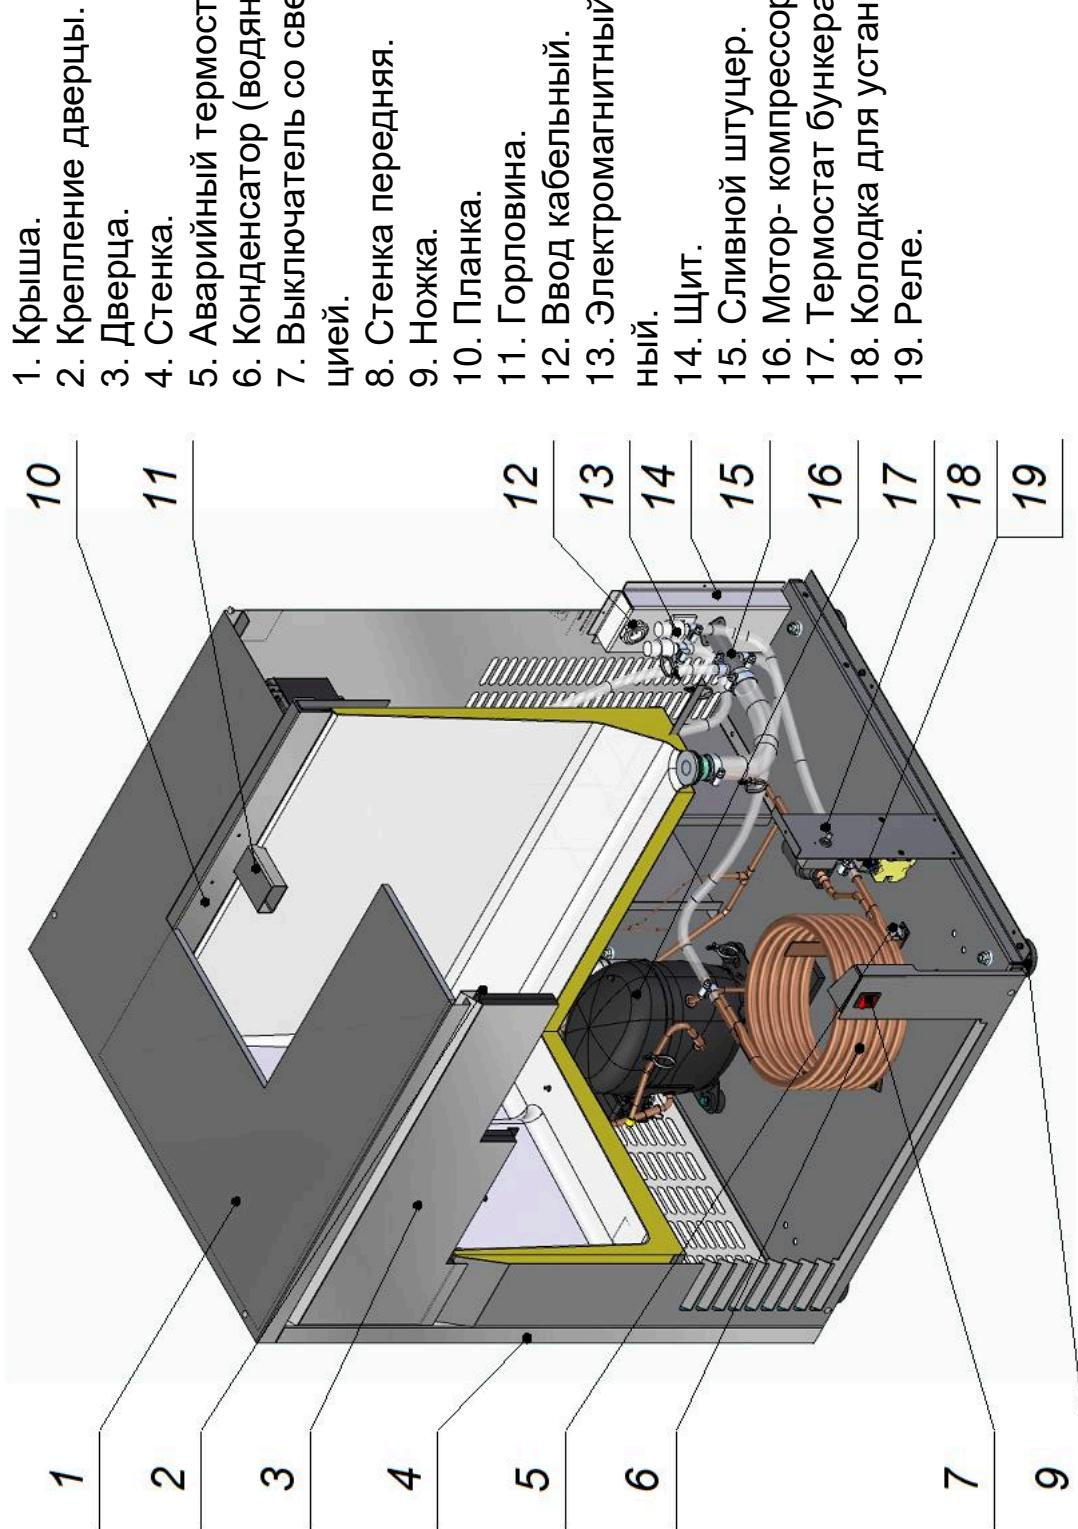
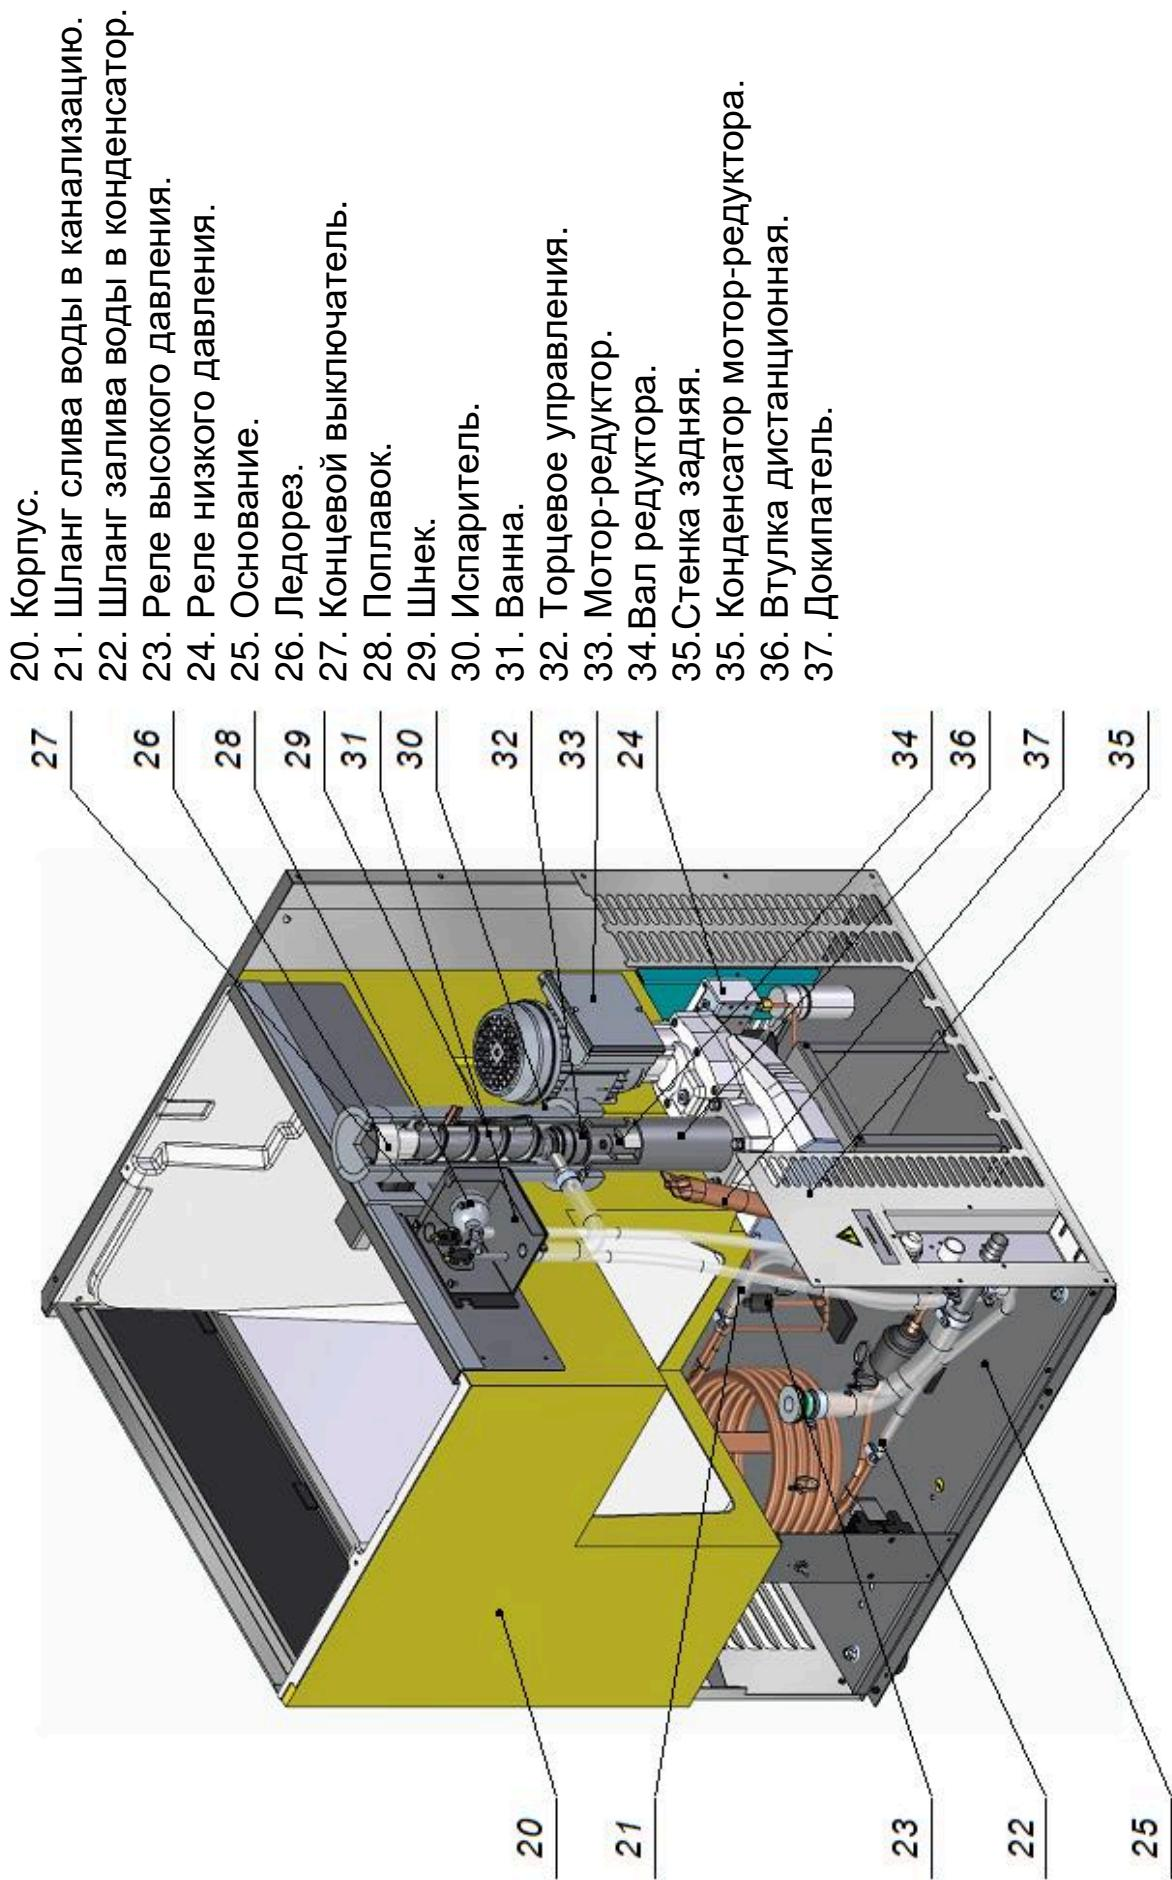
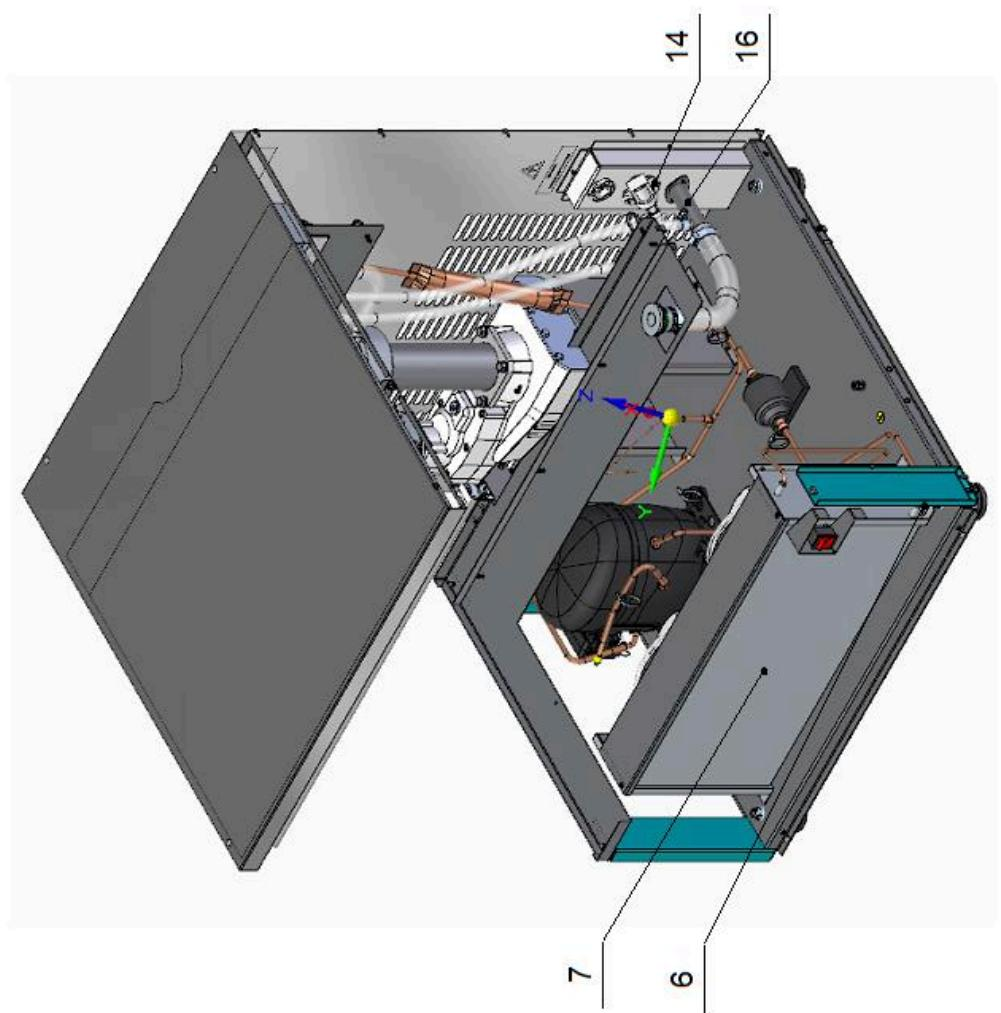

Рис. 1 Устройство льдогенератора ЛГ-150/40Г-01.
Рис. 2 Устройство льдогенераторов ЛГ-150/40Г-01
Рис. 3 Отличие льдогенератора ЛГ -150/40Г-02
**2.1.1 Устройство льдогенераторов гранулированного льда ЛГ-150/40Г-01 и ЛГ-150/40Г-02** приведено на рис. 1, рис. 2, рис.3.